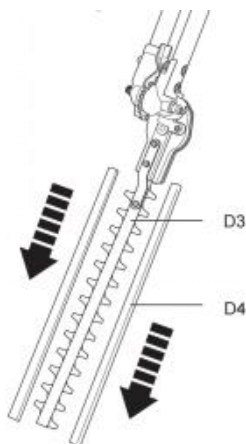

Fig. 23
1) Verwijder de mesbeschermers (D4) van het mes (D3) vóór gebruik (Fig. 23).